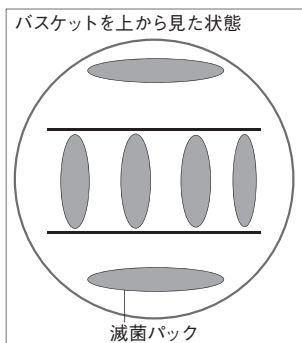

図 13
- 3) ハンドピースの場合、6本が最大目安です。(図 13)